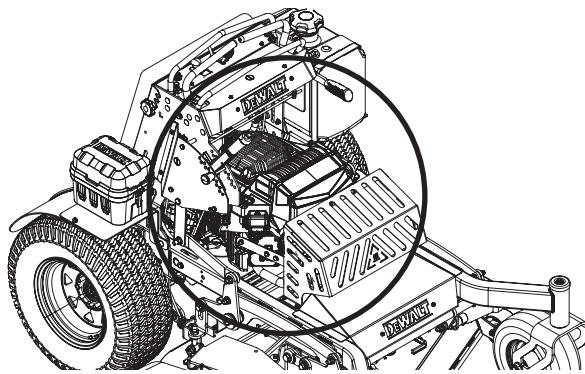

Figura 16
- Limpie alrededor del colector del escape, los fusibles, todo el cableado y mazos de cables, tubo del silenciador, protector del silenciador, filtros de admisión del motor y aletas de refrigeración, etc. Consulte la Figura 16.